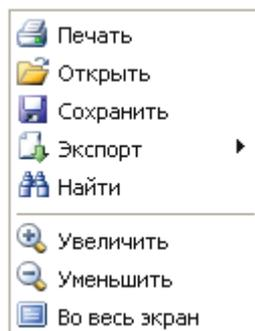

**Рисунок 24 – Окно настройки параметров страницы.**
-  – кнопка «Свойства страницы». Открывает окно настройки параметров страницы (Рисунок 24), с помощью которого можно задать основные свойства страницы для печати.